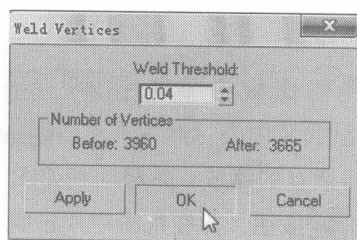

图 6.447
- 59 切换为节点编辑，在 Edit Vertices 卷展栏中单击 **Weld** 右侧的小按钮，在弹出的对话框中设置焊接参数，如图 6.447 所示。